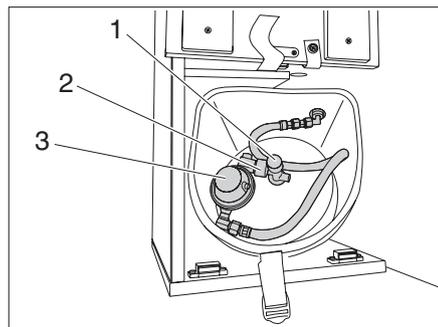

Fig. 60 Raccordo bombola del gas
- ▶ Chiudere la valvola principale di arresto (Fig. 60,1) della bombola del gas. Osservare la direzione della freccia.
- ▶ Tenere fermo il regolatore della pressione del gas (Fig. 60,3) e svitare il dado zigrinato (Fig. 60,2) (filettatura sinistrorsa).
- ▶ Applicare il regolatore della pressione del gas (Fig. 60,3) con il tubo del gas sulla bombola del gas e serrare a mano il dado zigrinato (Fig. 60,2) (filettatura sinistrorsa).